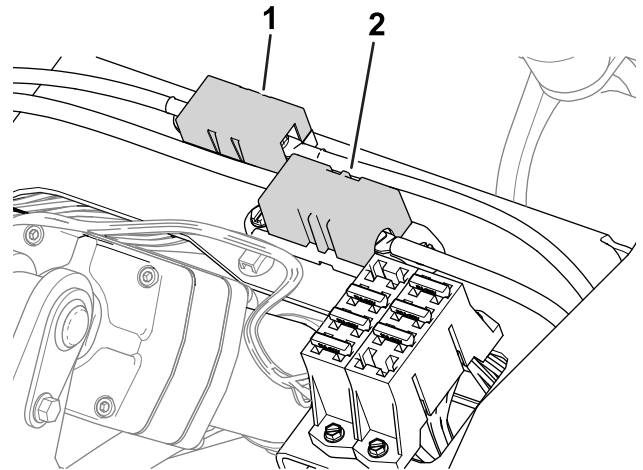

图 53
- 发电机保险丝 100A 和右车轮马达保险丝 60A 位于座椅下方图 53。